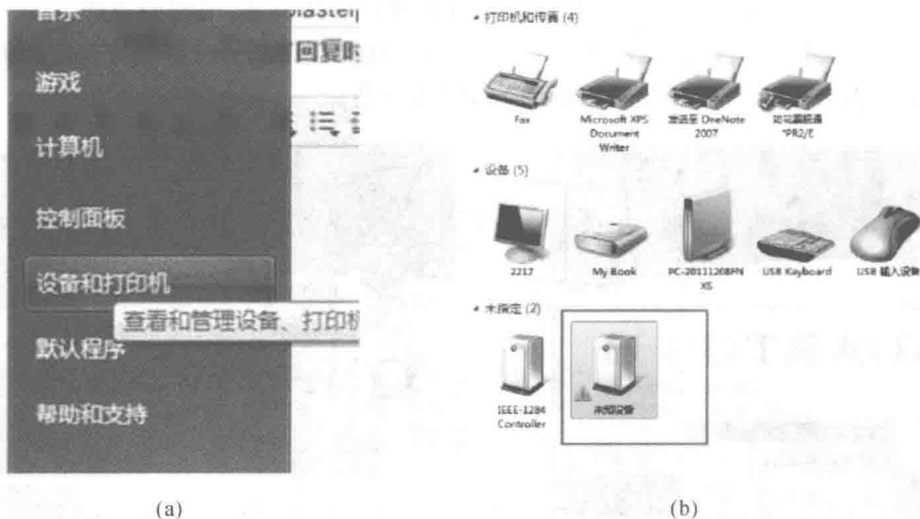

图 2-16 打开设备界面并找到未知设备
- (1) 打开“开始”菜单,找到“设备和打印机”并单击,如图 2-16(a)所示。
- (2) 点击未指定的 USB Composite Device,即“未知设备”,如图 2-16(b)所示。